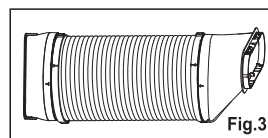

Fig.3
4. Après assemblage, comme en dessous de la figure 3.